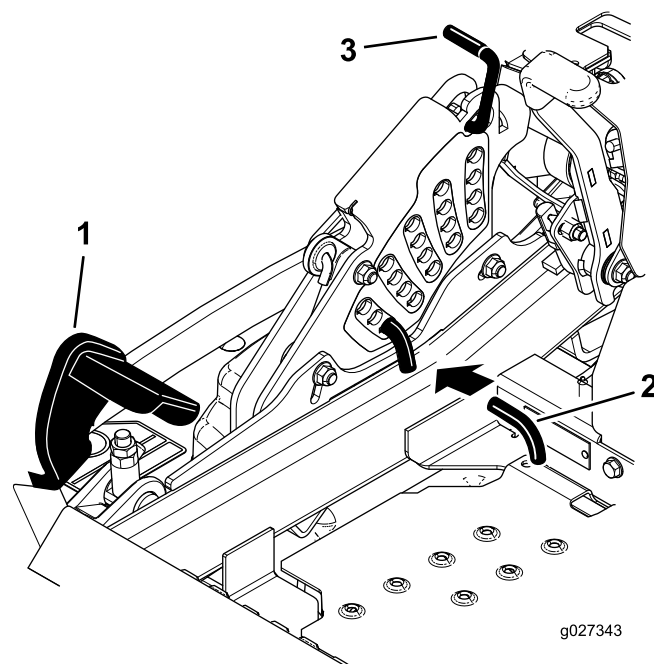

Figura 27
2. Pise el pedal de elevación de la carcasa y eleve la carcasa a la posición de transporte (que es también la posición de altura de corte de 140 mm [5½"]) (Figura 27).
3. Para ajustar la altura de corte, gire el pasador 90 grados y retire el pasador del soporte de altura de corte (Figura 27).
4. Seleccione el taladro del soporte de altura de corte que corresponde a la altura de corte deseada, e inserte el pasador (Figura 27).